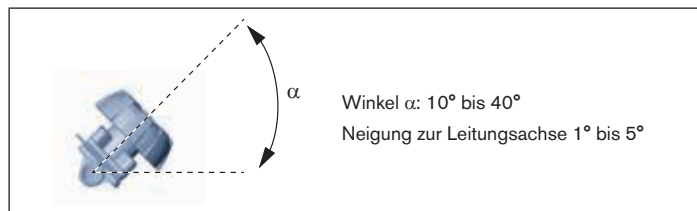

Bild 6: Einbaulage zur Selbstentleerung des Gehäuses
- Gehäuse um den Winkel $\alpha = 10^\circ$ bis 40° geneigt zur Horizontalen einbauen (siehe „Bild 6“).